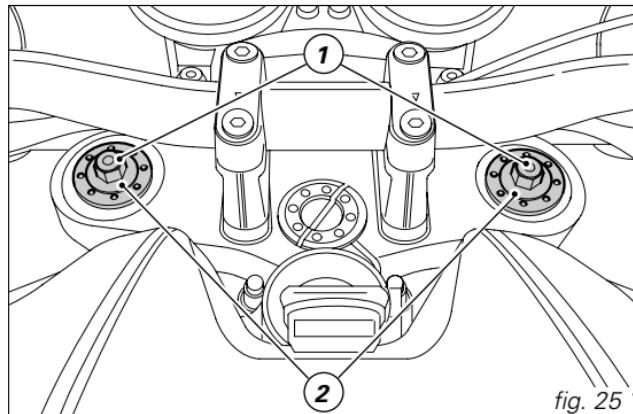
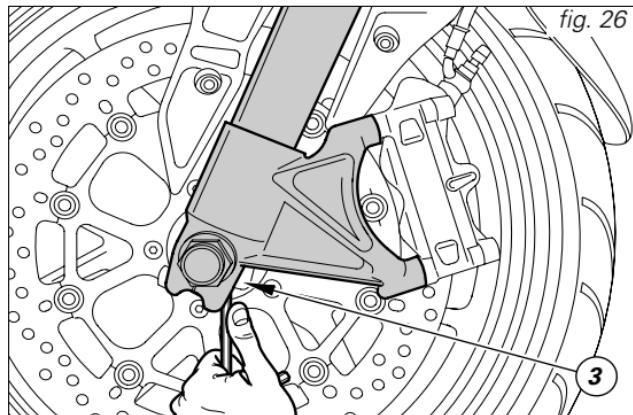
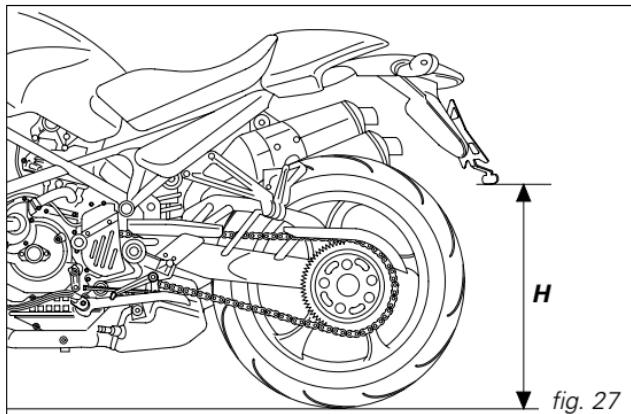

fig. 25
fig. 26
fig. 27
(fig. 25 - fig. 26)
- 1) (fig. 25) régler le frein hydraulique en détente ;
- 2) (fig. 25) régler la précontrainte des ressorts intérieurs ;
- 3) (fig. 26) régler le frein hydraulique en compression.
Pour tourner la vis de réglage (3, fig. 26) introduire une clé Allen de 3 mm par le trou comme le montre la figure 27. En tournant, les vis de réglage (1 et 3) passent dans des crans, qui correspondent chacun à une valeur de réglage de la force d'amortissement. Lorsque la vis est serrée à fond (position « 0 »), elle détermine le freinage maximum.
*Précontrainte du ressort (fig. 25) : 19 mm.*
*Pour modifier la précontrainte du ressort interne de chaque tube de fourche, tourner la vis de réglage à six pans (2) à l'aide d'une clé hexagonale de 22 mm.*
(fig. 27-fig. 28-fig. 29)
Nous vous conseillons, par conséquent, de noter la cote ( $H$ , fig. 27) de référence avant de modifier l'assiette réglée en usine.